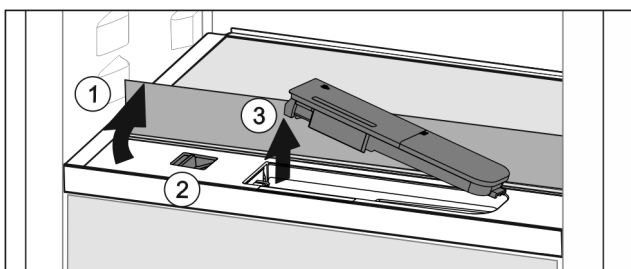

Fig. 147
- ▶ Levante la plancha de cristal y pliéguela hacia atrás hasta que haga tope Fig. 147 (1).
- ▶ Desplace el control deslizante Fig. 147 (2) hacia la izquierda.
- ▶ Retire el depósito de agua Fig. 147 (3).